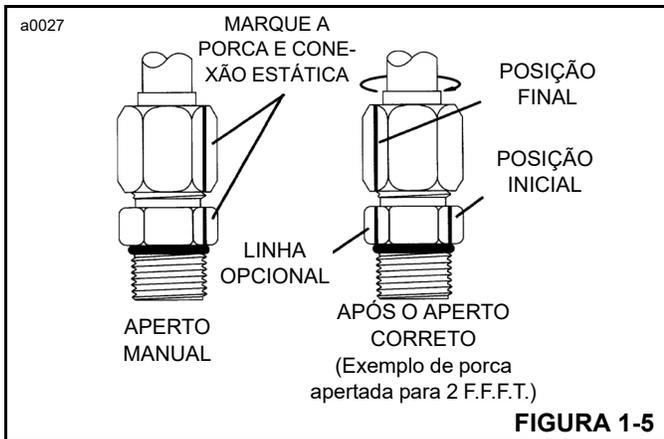

FIGURA 1-5
6. (Opcional para aperto futuro da mesma conexão). Estenda a linha a partir da porca como seu novo focal na parte sextavada da conexão ou orifício estático (Figura 1-5).